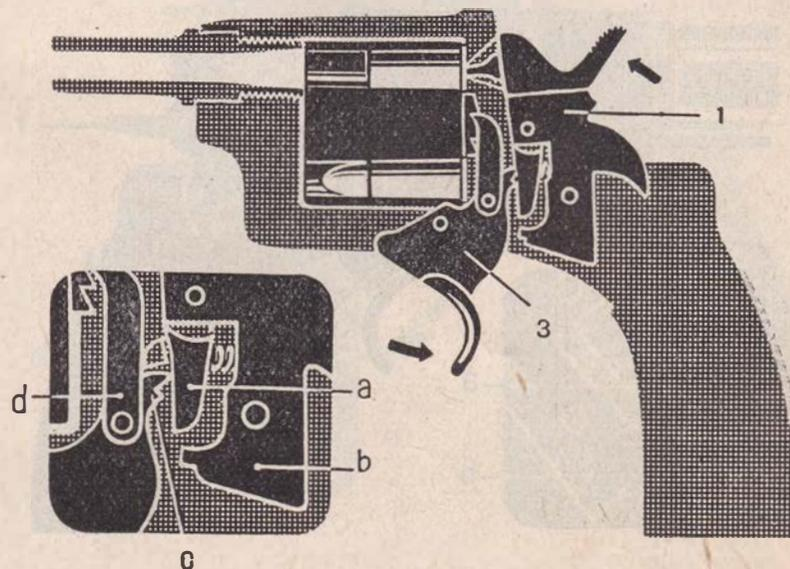

Fig. 8
La Fig. 8 montre ce qui se produit une fois le coup parti.
sion. Le pousseur (d) fait en même temps tourner le barillet (4) qui présente une nouvelle cartouche au percuteur. Lorsque la détente est pressée à fond, la gâchette (a) échappe au bec, ce qui libère le chien qui est projeté en avant par le ressort, et la cartouche est percutee (voir Fig. 8).